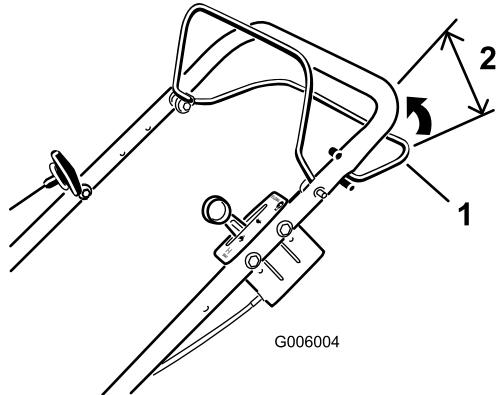
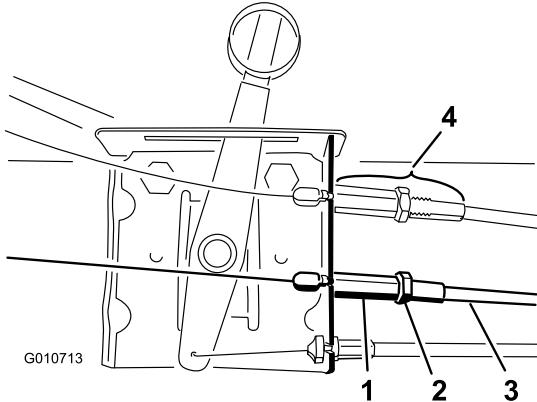

Figure 43
Figure 44
Si la tondeuse ne se propulse pas automatiquement ou avance quand la barre de commande d'autotraction est à plus de 60 mm du guidon (Figure 43), réglez l'autotraction.
1. Desserrez l'écrou de blocage (Figure 44).
2. Vissez la gaine du câble dans l'écrou soudé pour augmenter l'écart entre la barre et le guidon (ou dévissez la gaine de l'écrou soudé pour réduire l'écart) (Figure 44) jusqu'à ce que vous obteniez l'écart correct (Figure 43).